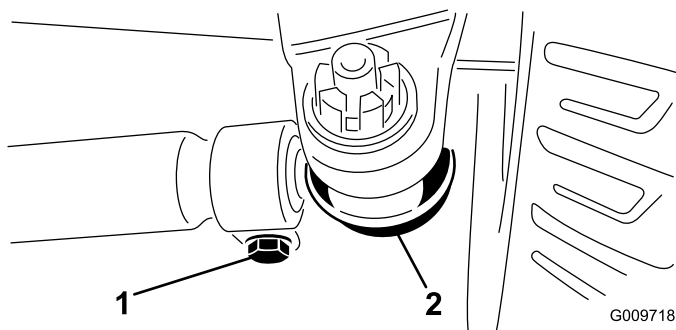

Figura 69
2. Para ajustar, retire la chaveta y la tuerca de cualquiera de las articulaciones esféricas de la biela (Figura 69). Retire la articulación esférica de la biela del soporte del eje.
3. Afloje las abrazaderas en ambos extremos de las bielas (Figura 69).
4. Gire la articulación esférica retirada hacia dentro o hacia fuera una (1) revolución completa. Apriete la abrazadera en el extremo suelto de la biela.
5. Gire el conjunto completo de la biela en el mismo sentido (hacia dentro o hacia fuera) una (1)